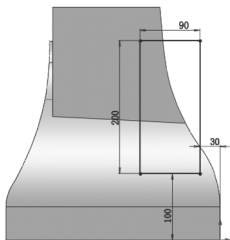

图 6-95 绘制草图结果
12) 绘制草图。在左侧的 FeatureManager 设计树中用鼠标选择“右视基准面”作为绘制图形的基准面。单击“草图”控制面板中的（边角矩形）按钮，绘制图 6-95 所示的草图。